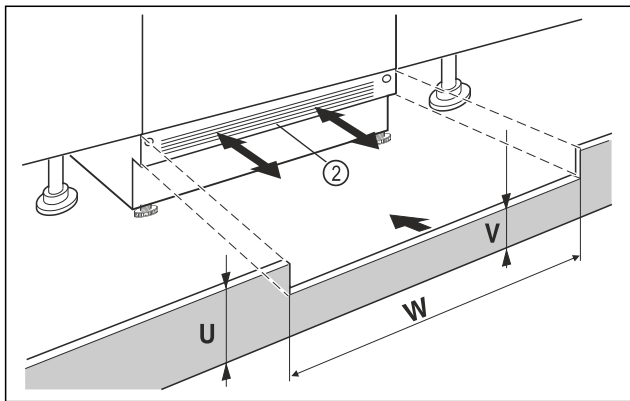

Fig. 15 Примерное изображение
- ▶ Установите цокольную панель устройства Fig. 15 (2), но еще не фиксируйте ее.
- ▶ Если цокольную панель Fig. 15 (2) видно, потяните её вперед настолько, пока передний край вентиляционной решетки не станет вровень с цокольной панелью мебели.
- ▶ Если цокольная панель Fig. 15 (2) скрыта, сдвиньте её назад как можно дальше.
- ▶ Вентиляционное отверстие должно быть полностью открытым: При необходимости следует подрезать цокольную панель мебели по высоте Fig. 15 (U)!
- ▶ Подгоните высоту перемычки Fig. 15 (W) по всей ширине ниши Fig. 15 (V) под цокольную панелью устройства Fig. 15 (2).